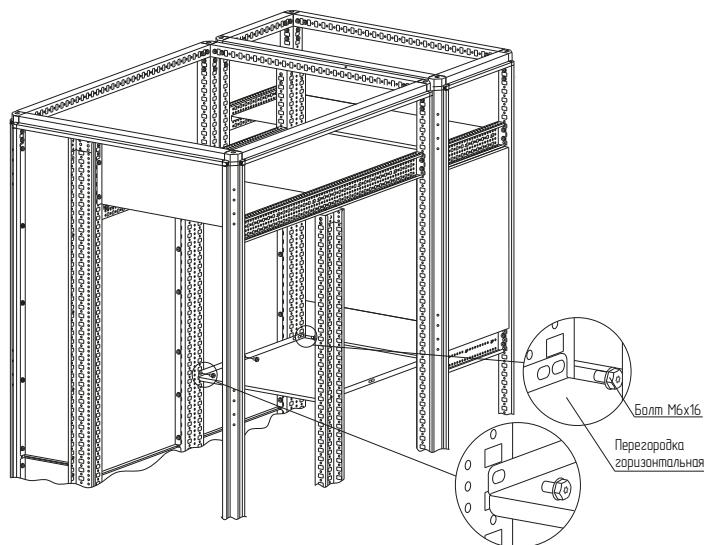

Рисунок 3
- вариант 3. Расположить перегородку горизонтальную между стойками дополнительными вертикальными на нужной высоте каркаса и закрепить болтами самонарезающими M6×16 (рисунок 3). Момент затяжки – 7 Н·м. Болты приобрести отдельно.